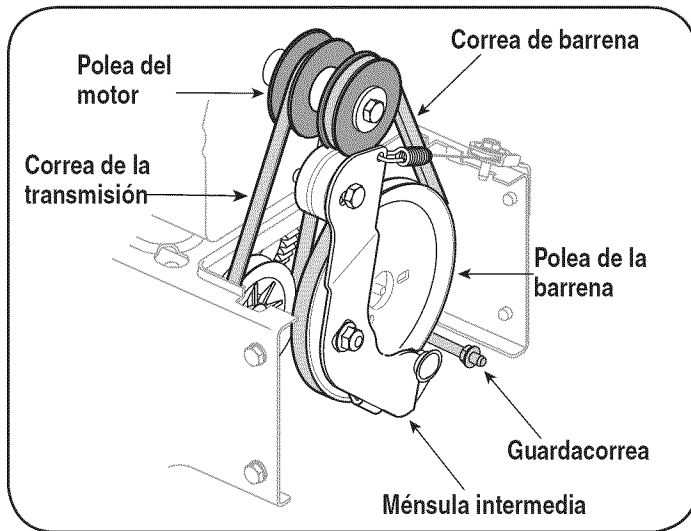

Figura 19
2. Deslice la correa de la barrena frontal fuera de la polea del motor empujándola hacia adelante y haciéndola rodar fuera de la polea. Vea la Figura 19.
5. Instale una nueva correa de transmisión dentro de la ranura de la polea del motor. Vea la Figura 19.